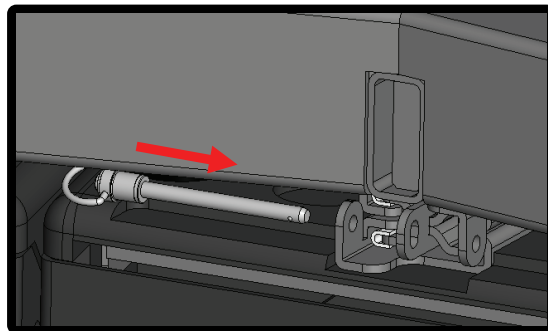

Figure 13
9. Insert PIN to secure Lock Bar (Figure 13)
9. Insérez la GOUPILLE pour fixer la barre de verrouillage (Figure 13)